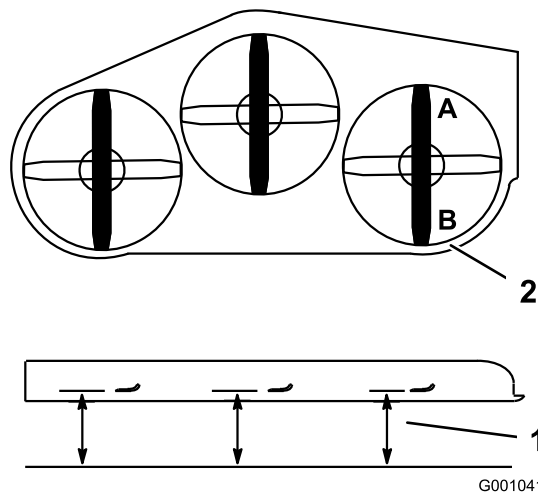

Figure 62
1. Tournez la lame droite dans le sens longitudinal (Figure 62).
2. Mesurez la distance au point **A** entre la surface plane et le tranchant de la pointe de la lame droite (Figure 62).
4. Mesurez la distance au point **B** entre la surface plane et le tranchant de la pointe de la lame droite (Figure 62).
- La lame doit être plus basse de 6 à 10 mm (1/4 à 3/8 po) au point **A** qu'au point **B** (Figure 62). Si ce n'est pas le cas, passez aux étapes suivantes.